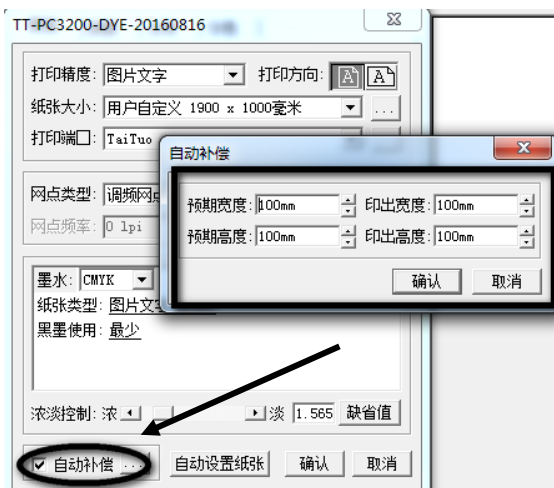

图 3.21 选择自动补偿
4.1、尺寸补偿：当您打印出来的图片尺寸与设计的尺寸有误差时，您可以尝试在蒙泰软件里进行如图 3.21 的操作，在打印对话框中，点击打印机设定按钮进入自动补偿对话框。